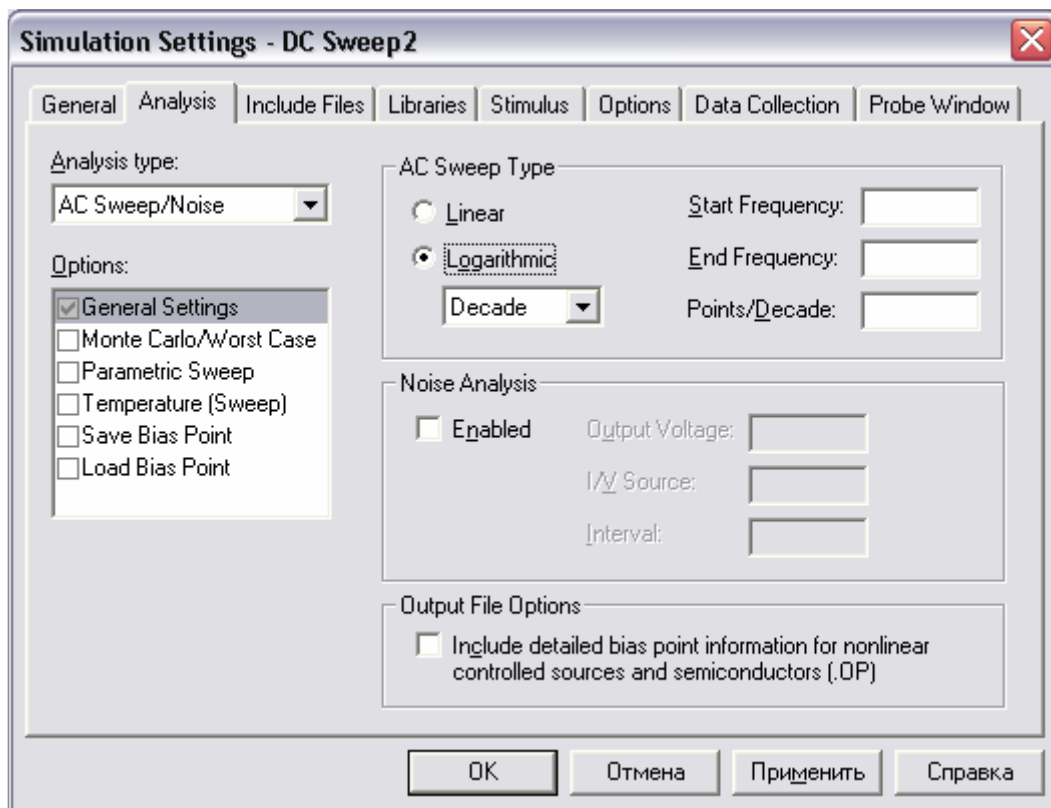

Рисунок 6.6 – Діалогове вікно Simulation Settings
4. Зі списку Analysis type вибрати AC Sweep/Noise і ввести такі параметри: Options – General Settings, AC SweepType – Logarithmic, Decad, Start Frequency – 10, End Frequency – 100Meg, Points/Decad – 11 (рис. 6.6).